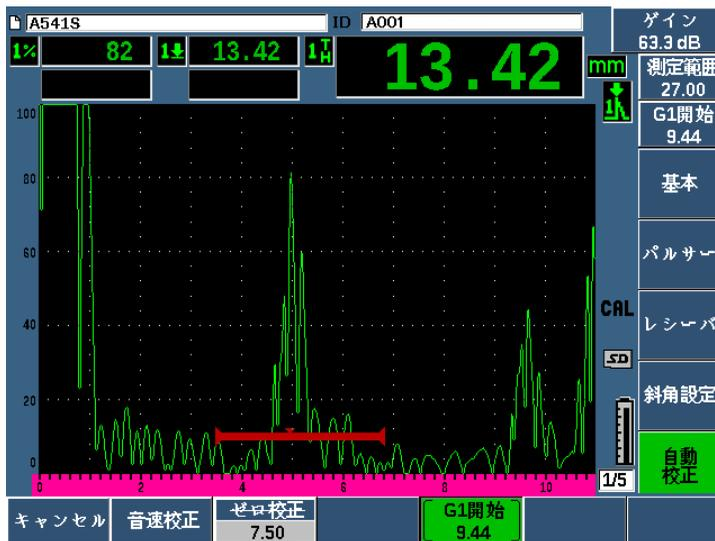

図 9-8 音速校正におけるゲート信号の例
11. ゲート内の指示に対応するすでに分っている厚さ値を入力します（この例では、0.100 インチ）。それから、**続行**（P3 キー）を選択し、2 番目の校正ステップに進みます（156 ページの図 9-8 参照）。校正のこの段階で使用される厚さ値は、**ゼロ校正**パラメータボックスの基準として保存されます。